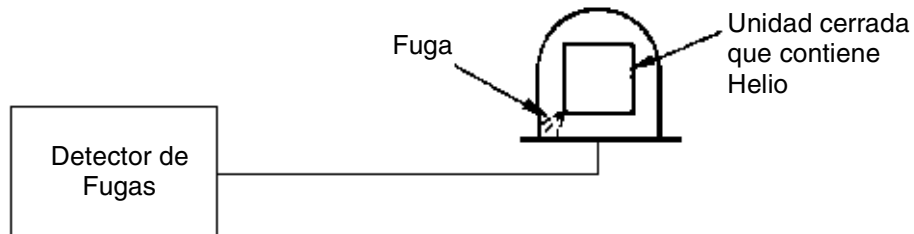

Figura C-3 Pieza de Pruebas Cerrada con Helio o mezcla de Helio y Otros Gases: Campana de Vacío Usada para Determinar la Tasa de Fugas General
C.6.3 Pieza de Pruebas Ya Cerrada (Figura C-3)